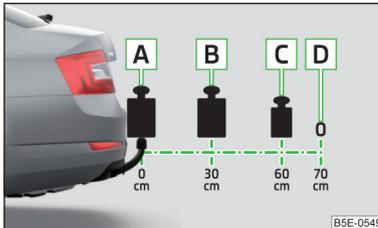

Abb. 189
**Der maximal zulässige Überstand** des Kugelkopfes der Anhängervorrichtung beträgt **70 cm** » Abb. 189.